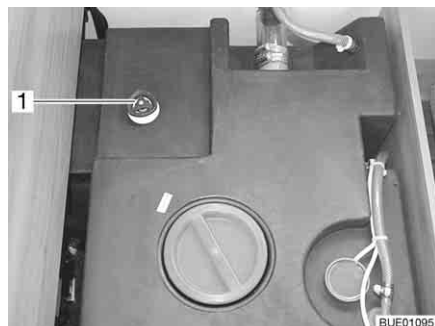

Fig. 232 Serbatoio dell'acqua con maniglia girevole
- Sul serbatoio dell'acqua ruotare la maniglia girevole (Fig. 232,1) in senso antiorario, oltre la resistenza verso l'esterno fino all'arresto, per aprire completamente l'apertura di scarico.